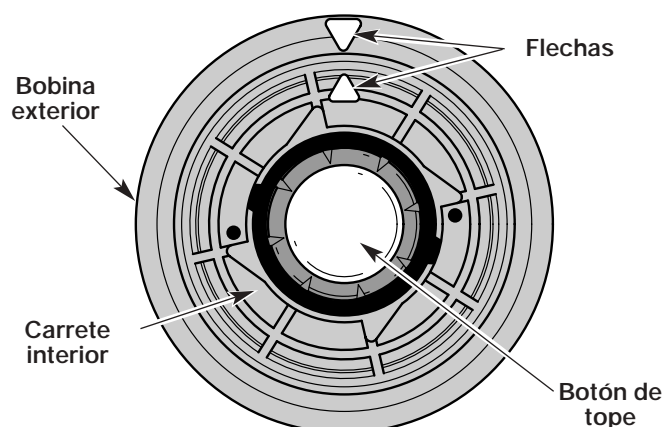

Fig. 14
2. Alinee la flecha del carrete interior con la flecha de la bobina exterior (Fig. 14).